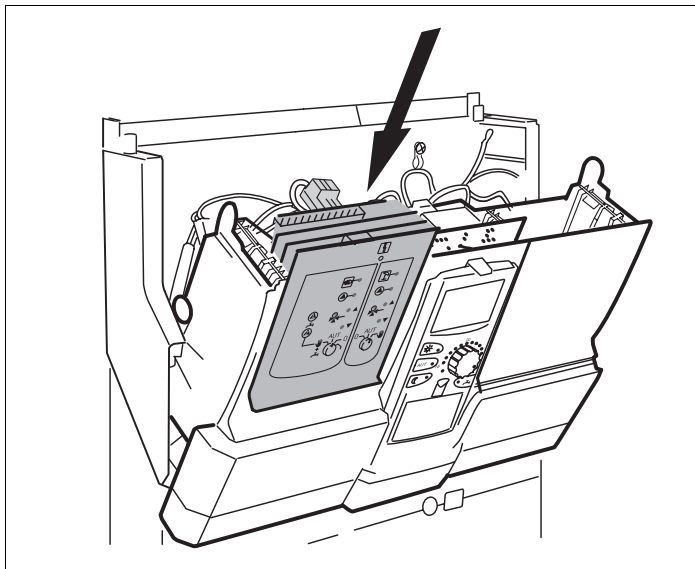

Abb. 6 Modul einschieben
- Neues Modul durch Drücken auf die Fühlerleiste in den freien Steckplatz von oben einschieben (Abb. 6), bis es merklich einrastet.